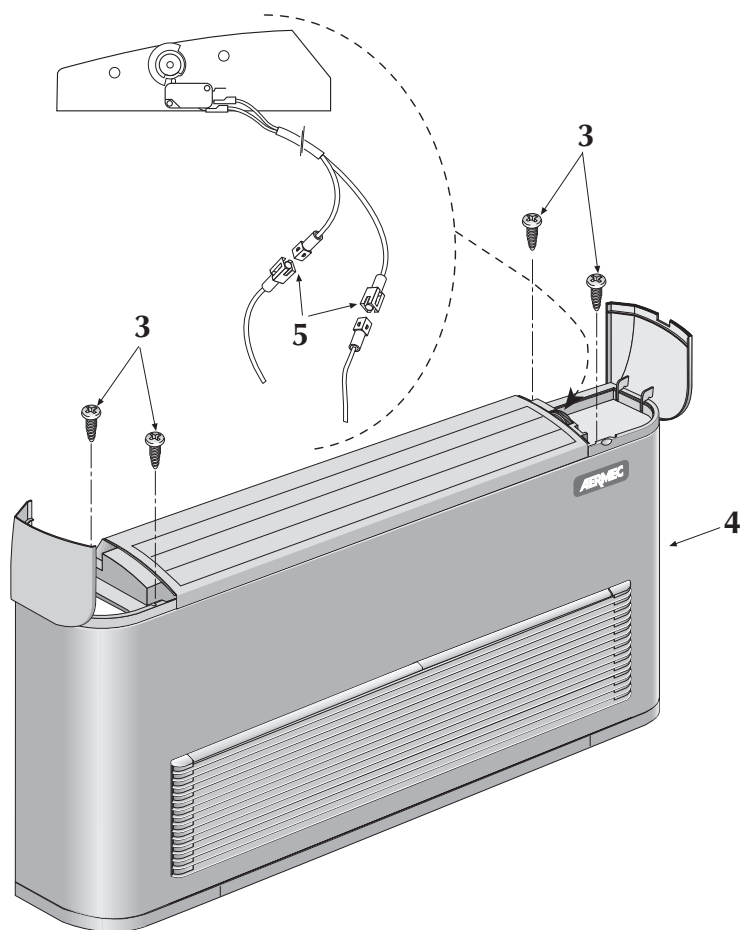
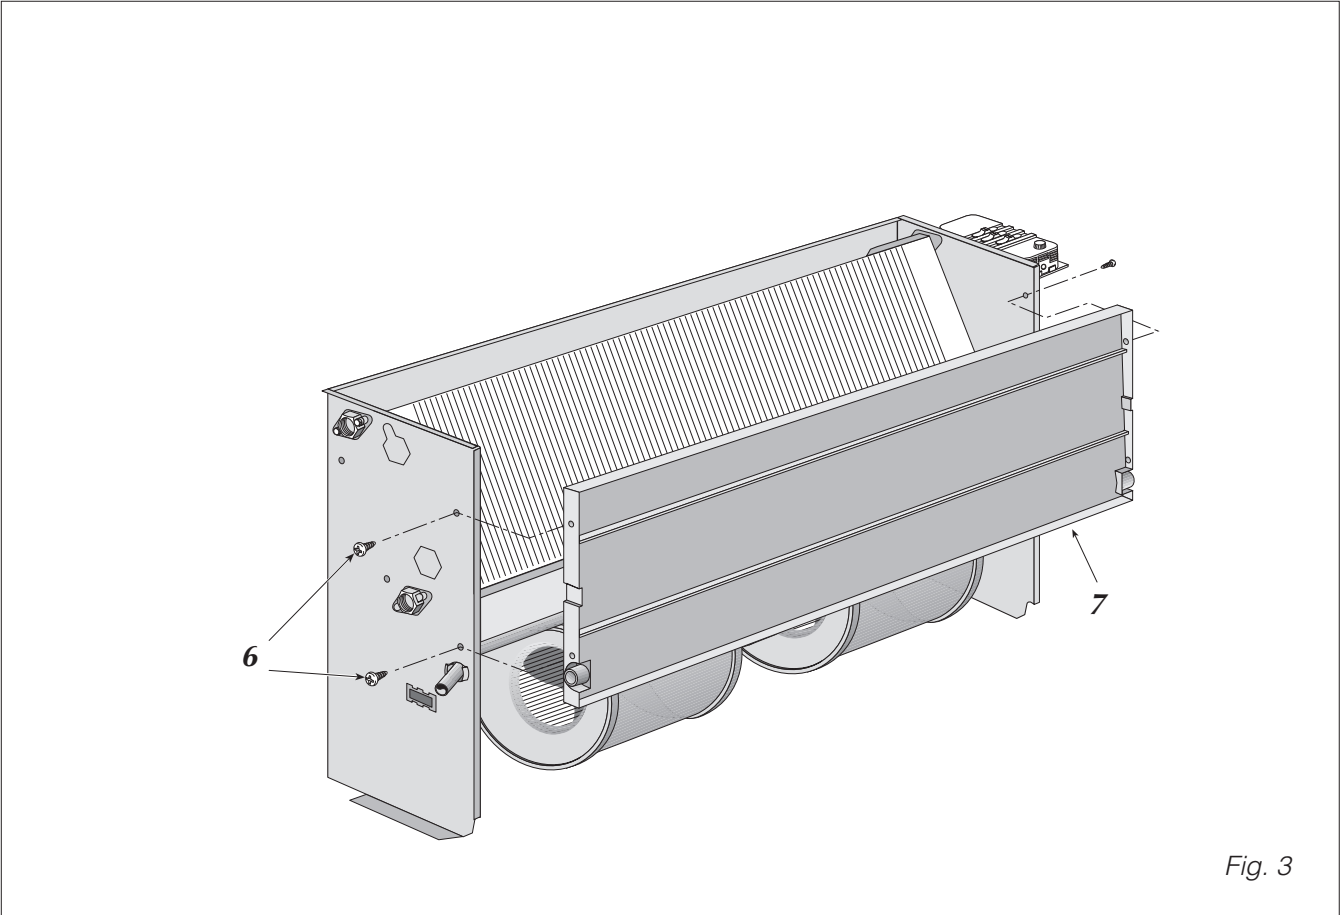

Fig. 2
Fig. 3
per versione FCX - U togliere le quattro viti (3 fig. 2) che fissano il mantello al frutto e sfilare il mantello di copertura (4) avendo cura prima di staccare, se necessario, i connettori elettrici (5) del microinterruttore consenso ventilatore, e, se presente, la sonda di temperatura ambiente. Togliere le viti (6 fig.3) (o i rivetti per i modelli FCX 62U, 82U, 102U) ed estrarre la bacinella raccogli condensa (7).
FCX - U version: remove the four screws (3 fig. 2) securing the cover to the contact block, then slide out the cover (4) after having disconnected the electrical connectors (5) of the fan microswitch and the ambient temperature sensor (if present). Remove the screws (6 fig. 3) (or rivets in the case of FCX 62U, 82U, 102U models), then pull out the condensate tray (7).
- pour version FCX - U**, retirer les quatre vis (3 fig. 2) fixant la carrosserie au châssis et ôter la carrosserie (4) en ayant soin de débrancher d'abord, si nécessaire, les connecteurs électriques (5) du micro-interrupteur de validation du ventilateur et la sonde de température ambiante si elle est présente. Retirer les vis (6 fig. 3) ou les rivets pour les modèles FCX 62U, 82U, 102P et retirer le bac de récupération de la condensation (7);
- bei Version FCX - U** die vier Schrauben lösen (3 Abb. 2), die die Abdeckplatte an der Anschlußhalterung befestigen und die Abdeckplatte (4) herausziehen. Falls erforderlich, zuvor die elektrischen Verbinder (5) des Mikroschalters für die Ventilatorzustimmung trennen und den Raumtemperaturfühler (falls vorhanden). Die Schrauben (6 Abb.3) oder die Nietbolzen bei den Modellen FCX 62U, 82U, 102U lösen und die Kondensatauffangschale (7) herausnehmen.